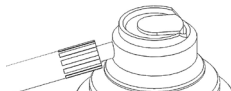

Fig. 6
3. BRiO 450 / BRiO 450L / BRiO 450KL: Coloque el adaptador de aerosol en la boquilla universal del lubricante aprobado (Fig. 6).